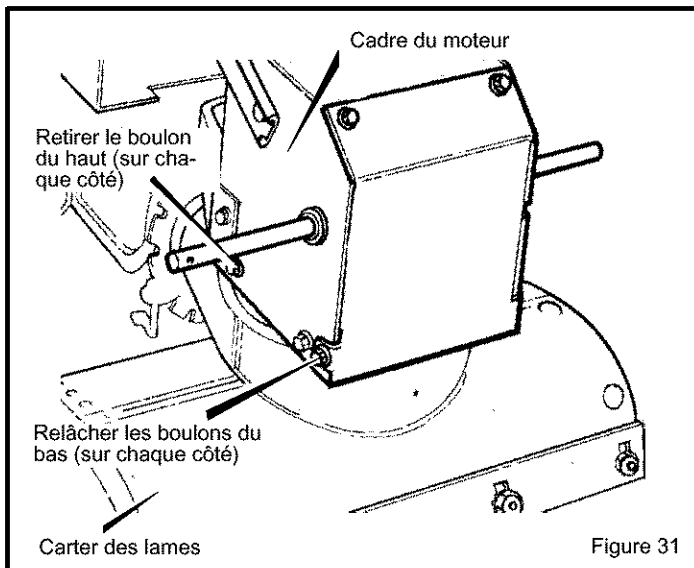

Figure 31
4. Retirer les deux boulons du haut maintenant le carter des lames au cadre du moteur. Relâcher les deux boulons du bas. Voir Figure 31.
14. Remettre les deux boulons du haut. Resserrer les deux boulons du bas. Voir Figure 31.
17. Remettre les deux boulons du haut. Resserrer les deux boulons du bas. Voir Figure 31.